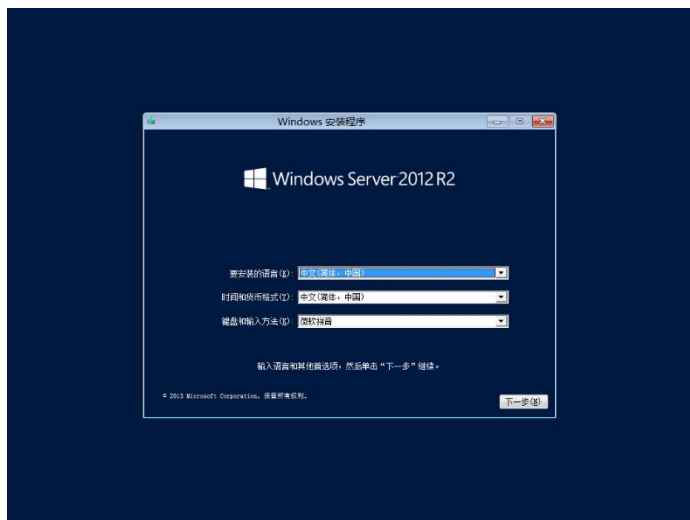

图 6-22
- d. 加载系统文件完成后, 进入 Windows 安装的语言, 时间/货币格式及键盘和输入法的设置。如图 6-22 所示。